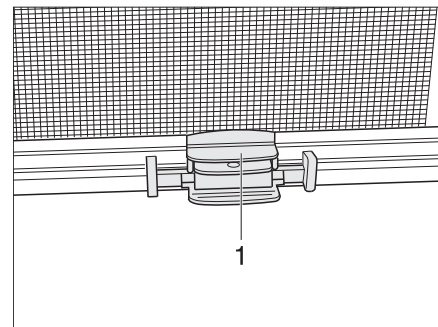

Bild 48 Rullgardin
- Ta tag i mitten på kantlisten (Bild 48,1) på insektsnätet och för den till mörkläggningsrullgardinens kantlist.
- Håll i kantlisten (Bild 48,1) på insektsnätet och aktivera låset.